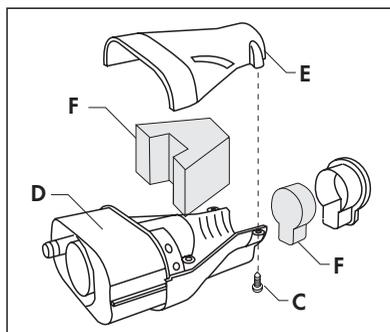

Fig. 19
- svitare le viti (C) del monoblocco (D) (**Fig. 19**)
- rimuovere il semiguscio superiore (E)
- sostituire i filtri antifumo (F) inserendoli nella sede
- riavvitare il semiguscio (E) facendo attenzione che le parti combacino fra loro